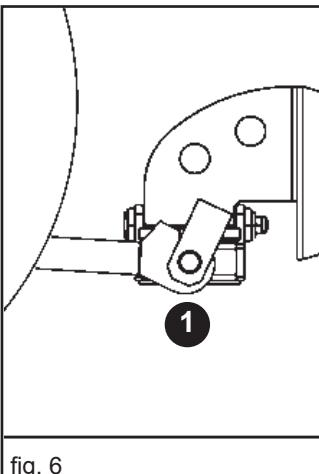

fig. 6
- 1) Agganciare le barre del sollevatore sui perni predisposti (1, Fig. 6). Bloccare con le copiglie a scatto.
- 4) Sganciare il primo e secondo punto (Fig. 6).